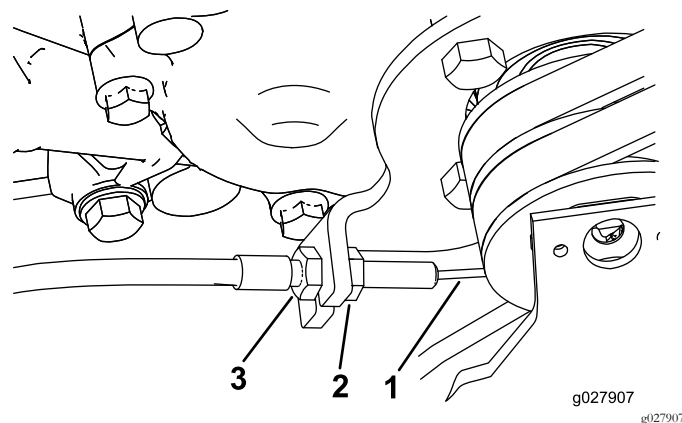

Figura 43
3. Para aumentar la tensión del cable, afloje la contratuerca delantera del cable y apriete la contratuerca trasera del cable (Figura 43) hasta que la fuerza necesaria para engranar el control de tracción sea de 2,75 a 3,25 kg.